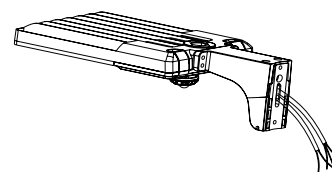

Figure 8
Étape 2 : Installez le support sur le luminaire. (Fig. 8)